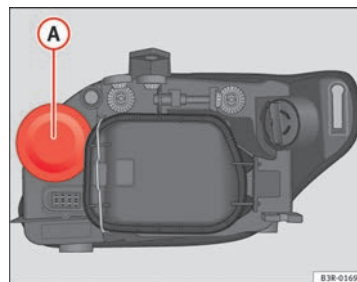

Fig. 216 Lámpara luz intermitente
- Extraiga la tapa de goma ⇒ fig. 216 tirando de ella.